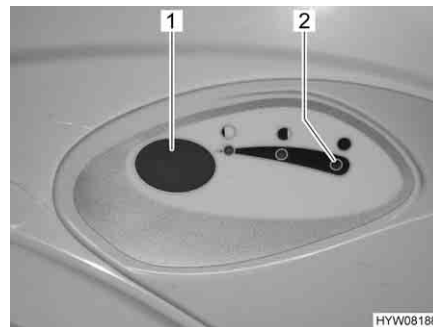

Bild 227 Spülknopf/Kontroll-Leuchte
- Zum Spülen den blauen Spülknopf (Bild 227,1) drücken.
Die Kontroll-Leuchte (Bild 227,2) leuchtet, wenn der Fäkalientank entleert werden muss.